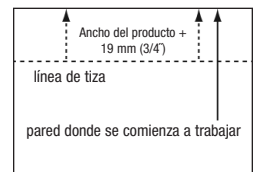

Figura No. 7
• En por lo menos dos lugares, mida la distancia igual desde la pared inicial y 12 a 18 pulg. (30.48 a 45.72 cm) desde las esquinas y 3 1/8 pulg. (7.94 cm) desde la pared. Marque estos puntos y marque una línea de tiza (Figura No. 7).